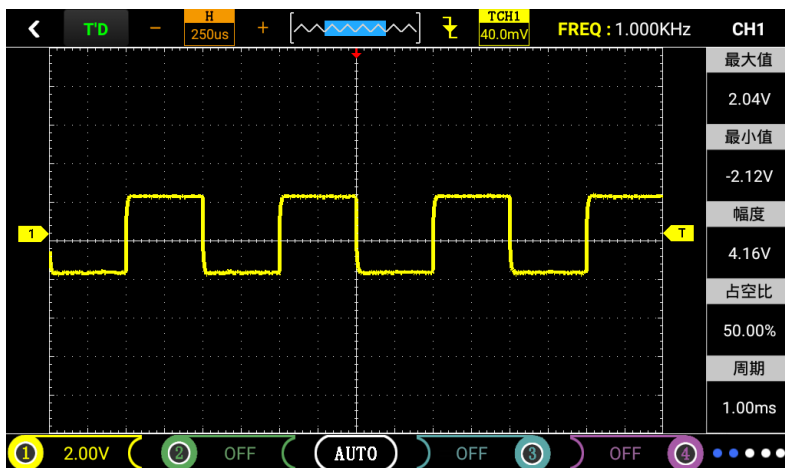

图4-1
- b) 点击CH1进行翻页，可观察到最大值、最小值、占空比、幅度。（CH2-CH4类似）。如图4-1